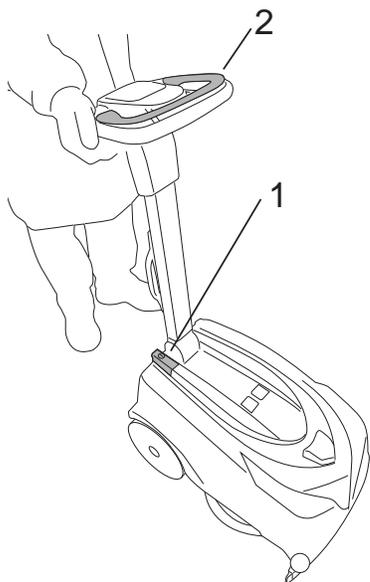
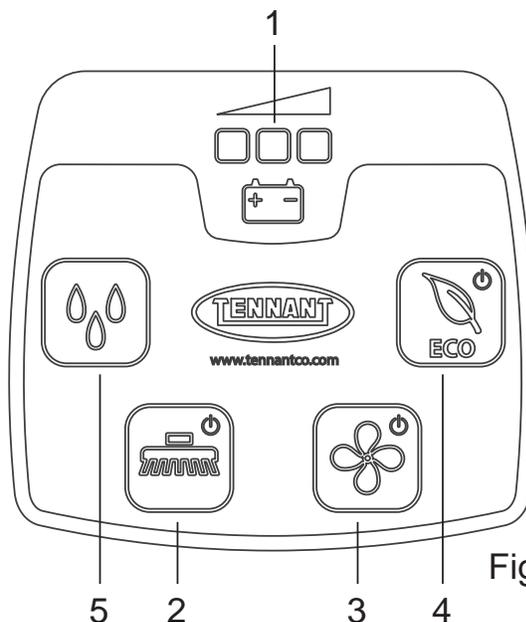

Fig.14
Fig.15
- Interruptor general (Fig. 14-Ref. 1): habilita y deshabilita la alimentación eléctrica de todas las funciones de la máquina.
- Indicador luminoso de control de la carga de la batería (Fig. 15, Ref. 1): formado por 3 ledes de color rojo, amarillo y verde que señalan el nivel de la carga de la batería. Las posibles situaciones son:
- Botón del cepillo (Fig. 15-Ref. 2): habilita (“LED encendido”) e inhabilita (“LED apagado”) la función “Cepillo”, el cepillo entra en funcionamiento solo accionando la “Palanca de accionamiento del cepillo” (Fig. 14-Ref. 2).
- Botón de aspiración (Fig. 15-Ref. 3): enciende (“LED encendido”) y apaga (“LED apagado”) el motor de aspiración, así permitiendo secar el suelo que se está limpiando. El motor funciona solo cuando se activa la “Palanca de mando del cepillo”.
- Botón flujo de la solución (Fig. 15-Ref. 5): para habilitar, inhabilitar o modificar la salida del flujo de la solución, proceda de la siguiente manera:
- Botón ECO (Fig. 15-Ref. 4): habilita (“LED encendido”) e inhabilita (“LED apagado”) el funcionamiento ECO.